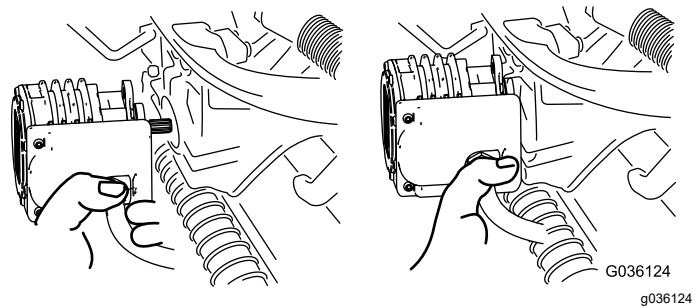

Figura 73
5. Mueva el motor al lugar de almacenamiento en la parte delantera del brazo de suspensión (Figura 73).